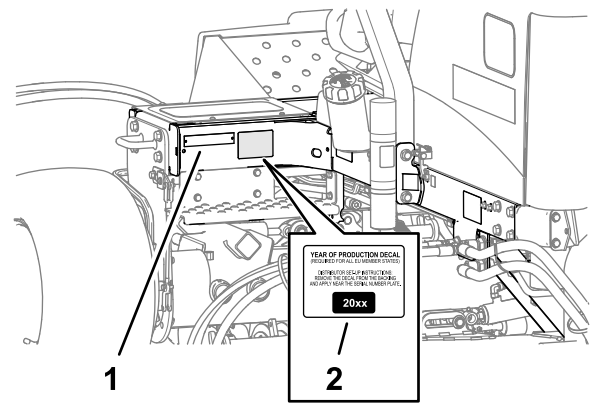

Figure 21
1. Essuyez soigneusement le cadre gauche, près de la plaque du numéro de modèle/série, et laissez sécher le cadre (Figure 21).